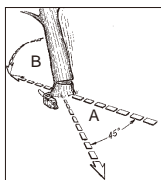

Bild. 11A
⚠️ ACHTUNG: Vor dem Schneiden sollte ein Rückzugspfad (A) geplant und freigelegt werden. Der Rückzugspfad sollte nach hinten und diagonal zur Rückseite der erwarteten Fallrichtung verlaufen, wie in Bild.11A dargestellt ist.
⚠️ ACHTUNG: Wenn der Fällschnitt sich dem Ankerpunkt nähert, beginnt der Baum zu fallen. Sobald der Baum zu fallen beginnt, ziehen Sie die Säge aus dem Schnitt heraus, stoppen Sie den Motor, legen Sie die Kettensäge ab und verlassen Sie den Bereich über den Rückzugspfad (Bild. 11A).